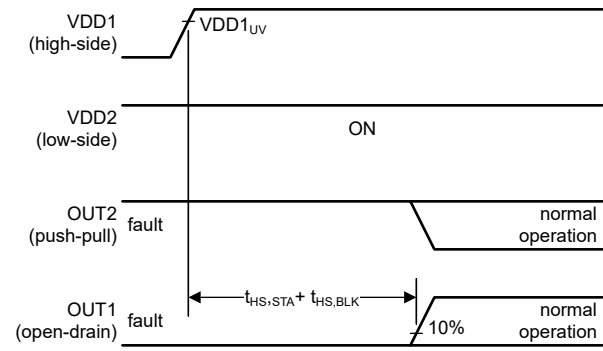

図 7-4. VDD2 はオン、VDD1 がオンする (長い遅延)
図 7-4 では、2 次側電源 (VDD2) がオンした後しばらくして、1 次側電源 (VDD1) がオンします。OUT1 は最初はアクティブ LOW 状態であり、OUT2 は HIGH 状態です (ケース (1) を参照)。1 次側電源が有効になった後、本デバイスが通常動作であることを認識し、出力がコンパレータの現在の状態を反映するために、 $t_{HS,STA} + t_{HS,BLK}$ の待機時間が設けられています。